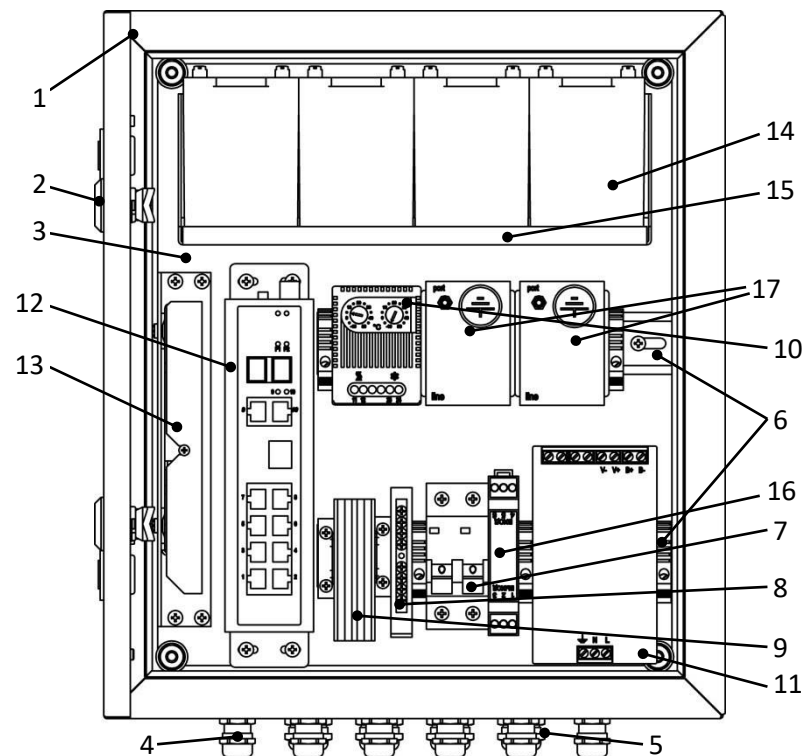

Рисунок 1 – Устройство шкафа
Шкаф представляет собой сварную конструкцию, состоящую из корпуса и дверцы оклеенной уплотнителем, корпус и дверца утеплены изоляцией фольгированным. Внутри корпуса на монтажной панели установлено оборудование (см. раздел 2 и рисунок 1), обеспечивающее бесперебойную работу IP-устройств (до 8 шт.) с питанием по PoE, передачу данных по оптическому кабелю, а также обогреватель с термостатом и блоки грозозащиты.
2. Комплектация (см. рисунок 1)